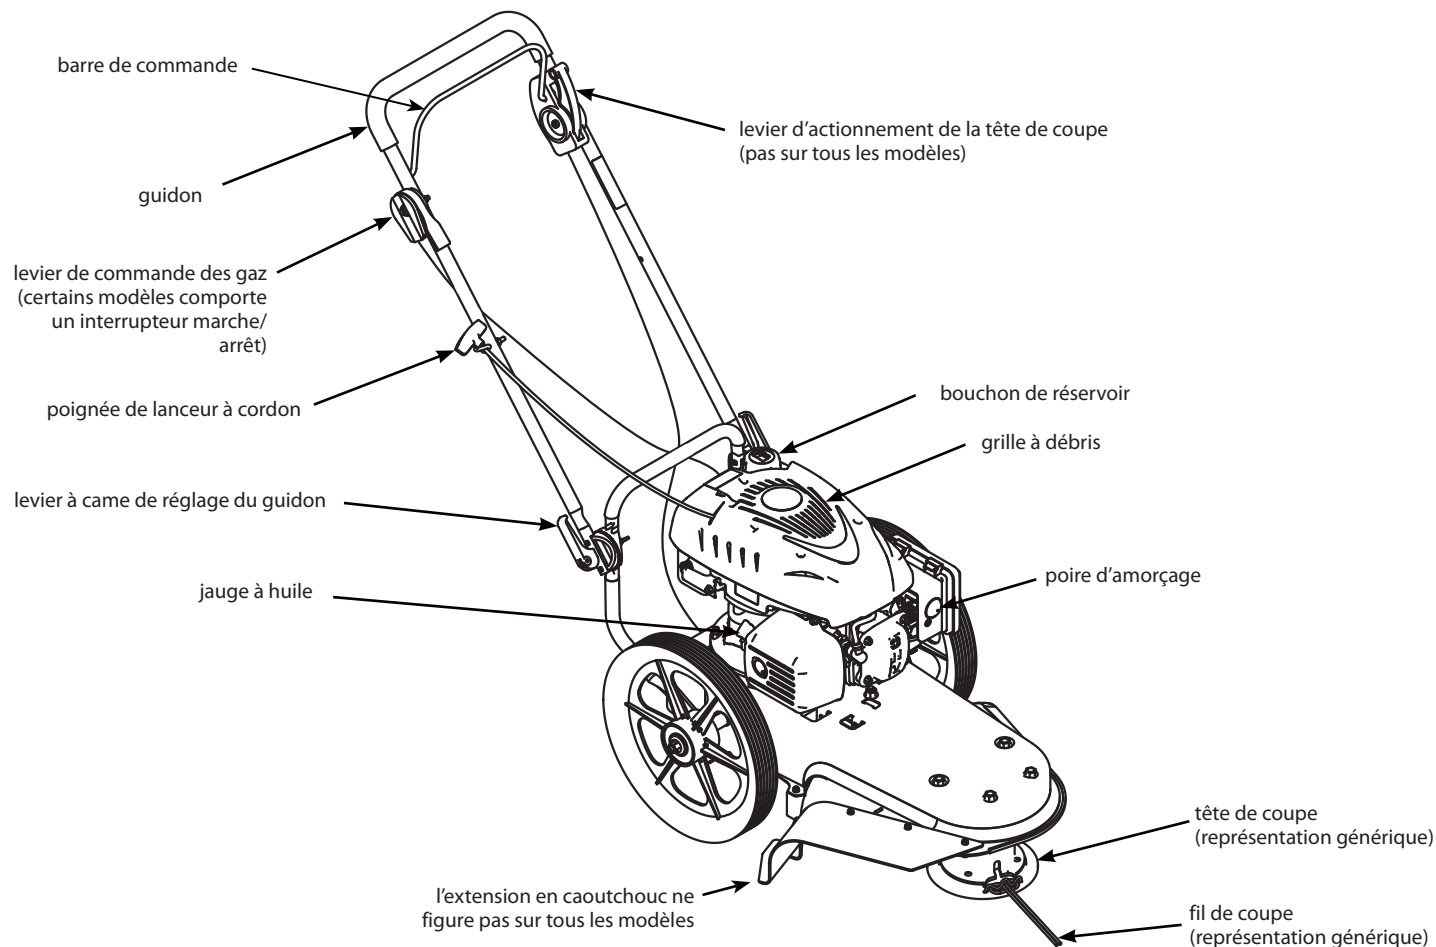

FIGURE 1 : La nouvelle tondeuse à fil
1. Avant chaque utilisation, éliminer les saletés de la grille à débris. **VOIR LA FIGURE 1 À LA SECTION « CARACTÉRISTIQUES ».** Les débris peuvent provoquer la surchauffe du moteur. Essuyer la grille à débris avec un chiffon ou une serviette en papier.